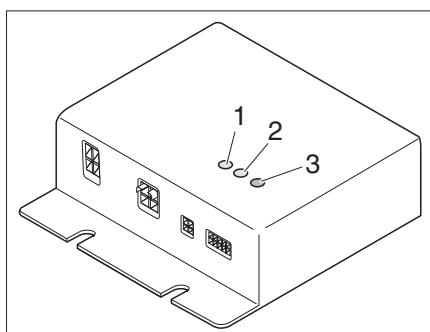

Fig. 104 Apparecchio di regolazione
L'apparecchio di regolazione (Fig. 104) è integrato nell'armadio guardaroba. Le spie di controllo sull'apparecchio di regolazione hanno il seguente significato:
- LED di controllo (Fig. 104,1) CR1 acceso in verde: il circuito di riscaldamento 1 è in funzione
- LED di controllo (Fig. 104,2) CR2 acceso in verde: Il circuito di riscaldamento 2 è in funzione
- LED di segnalazione errori (Fig. 104,3)